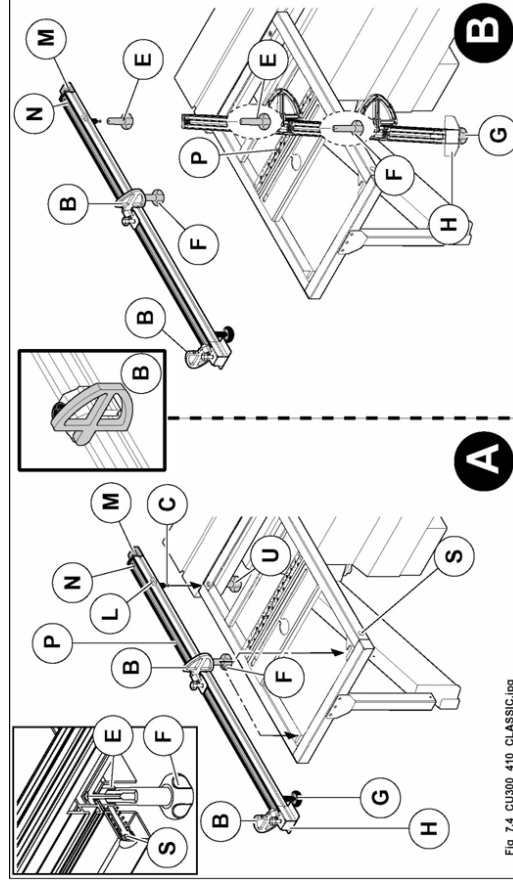

Abb. 7.4
- Das Teleskoplineal so positionieren, dass der Stift (C Abb. 7.4) an der Stelleiste (L Abb. 7.4) anschlägt; die Stelleiste (L Abb. 7.4) ist von unseren Technikern eingestellt und dient zur schnellen Positionierung der Teleskopschiene im richtigen Abstand zum Sägeblatt (nur in 90° - Position).
- Das Teleskoplineal so positionieren, dass der Stift (E Abb. 7.4) an die Vorrichtung (S Abb. 7.4) anlegen.
- Kugelgriffe (F Abb. 7.4) und (U Abb. 7.4) anziehen.
- Zum Gebrauch positionieren Sie den Anschlag (B Abb. 7.4) auf dem Schild (P Abb. 7.4) aufzulegen.
- Zum Gebrauch ist die Schiene gemäß den Angaben auf dem Schild (P Abb. 7.4) aufzulegen; Kugelgriffe (F Abb. 7.4) und (E Abb. 7.4) anziehen.
Das Lineal weist einen Teleskopauszug (H Abb. 7.4) auf, der falls erforderlich nach dem Lösen des Knaufes (G Abb. 7.4) ausgezogen werden kann. Wenn der Splitterschutz (M Abb. 7.4) abgenutzt ist, ist er durch Lockern der Schrauben (N Abb. 7.4) an das Sägeblatt heranzuführen.
Das Teleskoplineal wird mit den Anschlägen (B Abb. 7.4) geliefert. Diese können rasch für Bearbeitungen mit Anlehnern oder mit Schub positioniert werden, indem man sie einfach umdreht.